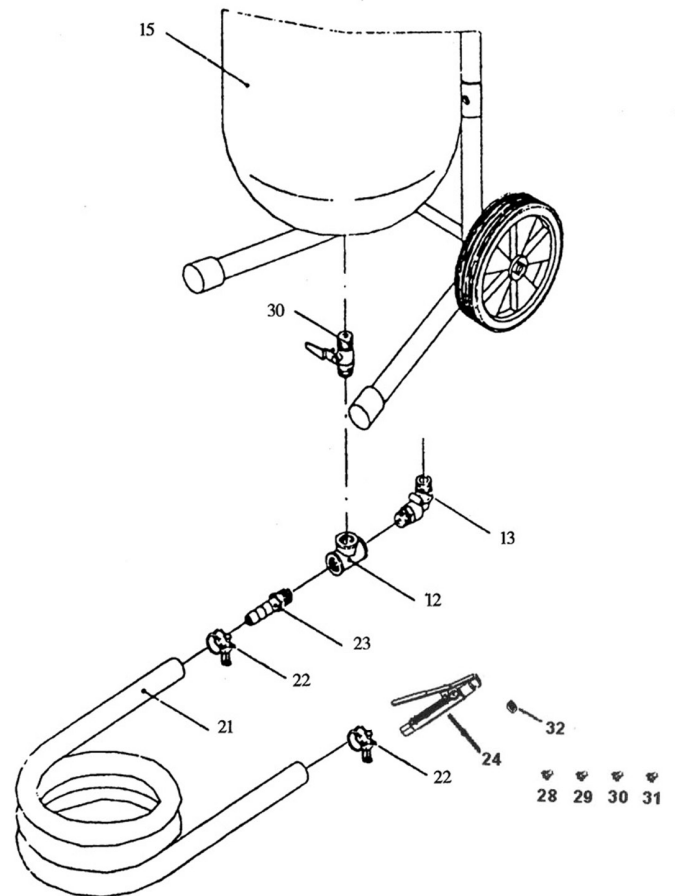

FIGURA 2
5. Una el conector de codo (#13) al puerto lateral restante del colector de admisión (#12). Asegúrese de que el otro extremo del conector de codo apunte al otro conector de codo en el conjunto del fondo (#13 de la figura 2).